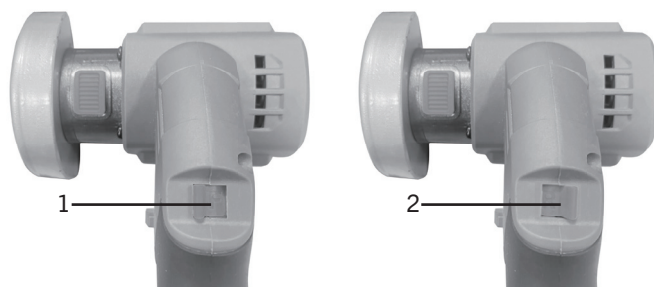

FIG. 6
Pour la rotation avant, poussez le bouton avant/arrière complètement vers la gauche (1) (Fig. 6).
Pour inverser le sens de rotation, poussez le bouton avant/arrière complètement vers la droite (2) (Fig. 6).